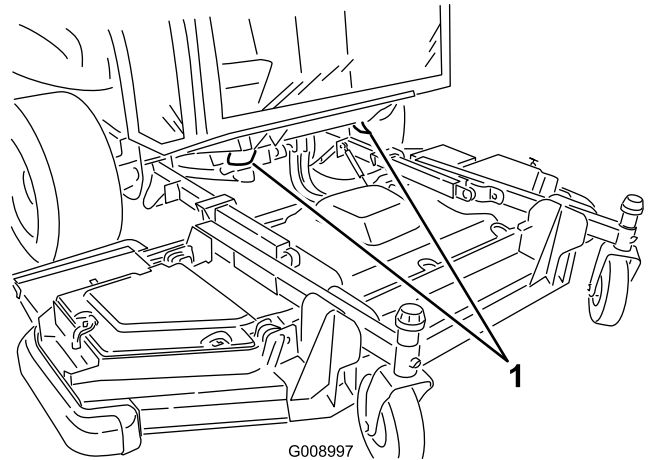

Figura 72
**Parte delantera de la máquina:** debajo de la parte delantera de la plataforma del operador (Figura 72)